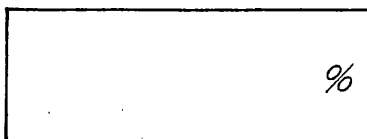

図 3
- ③ **MODE** キーを押すと図 1 → 図 2 → 図 3 → 図 1 と単位が変わります。